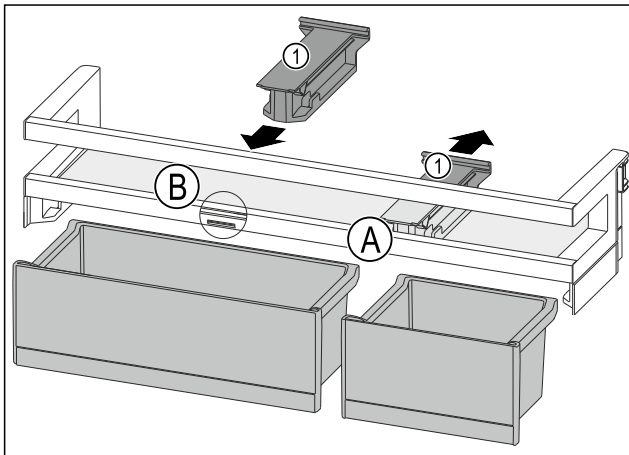

Fig. 162
- Retirer la pièce de retenue Fig. 162 (1) en position Fig. 162 (A) vers l'arrière.
- Mettre la pièce de retenue Fig. 162 (1) en position Fig. 162 (B).